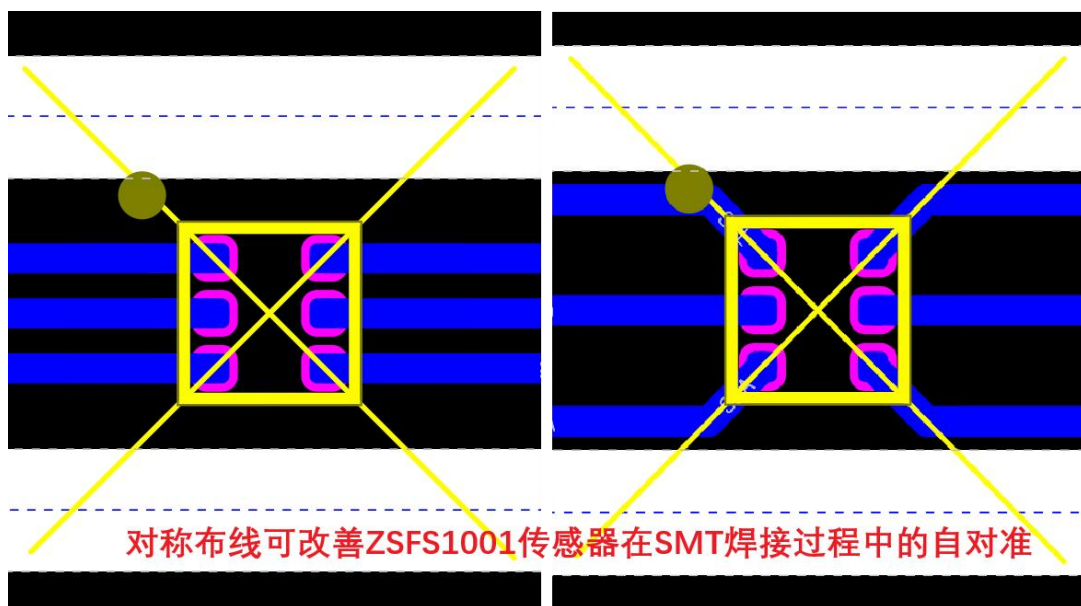

图 5-a LAYOUT 正确示意
- 对称布线可改善传感器在 SMT 焊接过程中的自对准。(图 5-a)